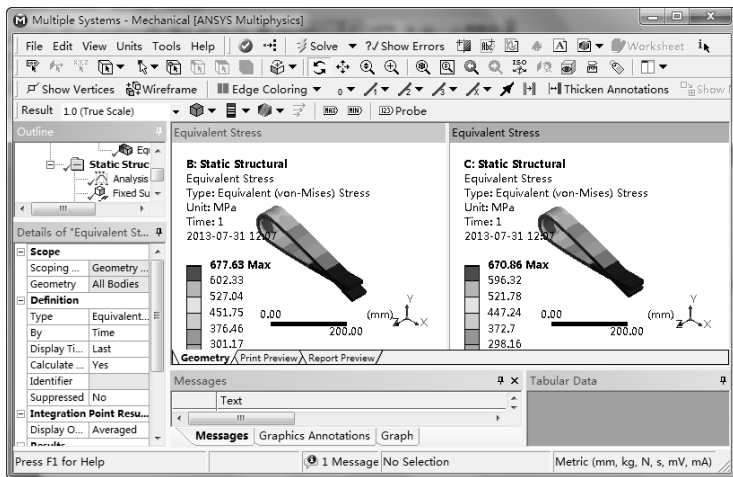

图 8-43 应力云图
10) 应力云图。在【Outline (分析树)】中选择【Solution (B6)】节点, 单击其下的【Equivalent Stress】项, 在图形窗口显示出应力云图。选择【Result】工具栏上的【1.0 (True Scale)】项, 可真实显示应力云图, 如图 8-43 所示。